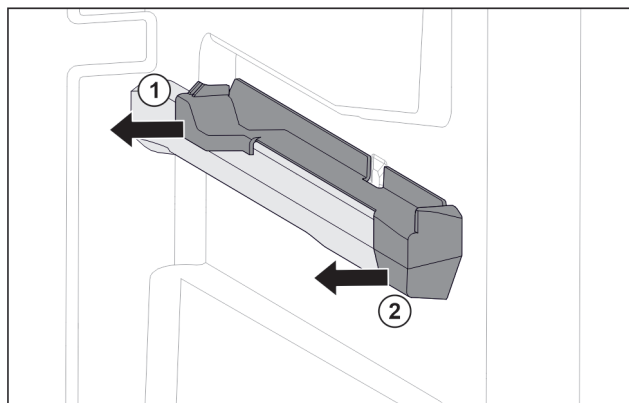

Fig. 219 Natični dio na desnom žlijebu spremnika
- Skinite natični dio straga u stranu. Fig. 219 (1)
- Skinite natični dio sprijeda u stranu. Fig. 219 (2)